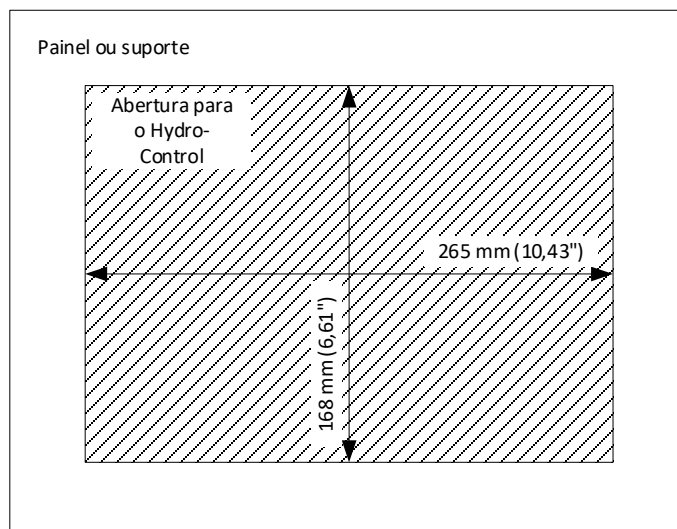

Figura 6: Abertura do painel para o Hydro-Control
- Recorte uma abertura no painel com o tamanho correto. Para um modelo, veja a Figura 6.